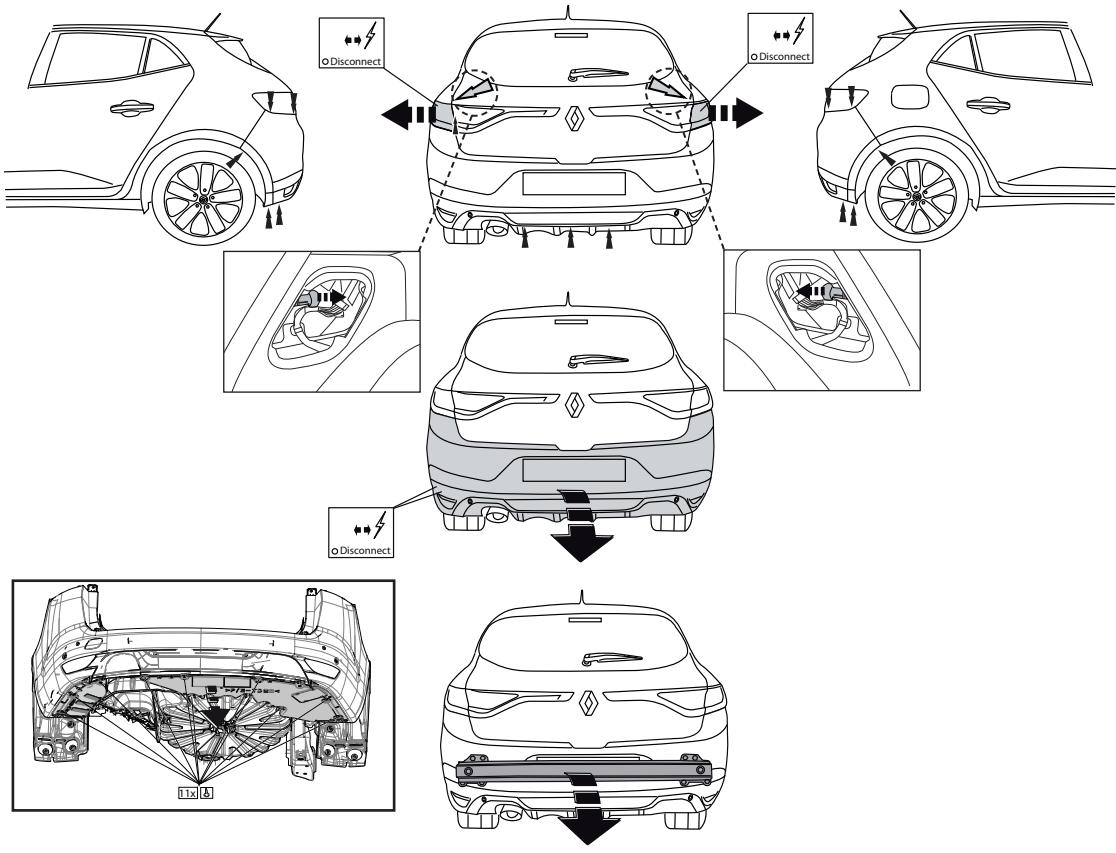

Fig. 1
1. Снять оба блока задних фар. Снять пластмассовые защитные колпаки. Снять бампер вместе со стальным буферным бруском автомобиля. См. рисунок 1.